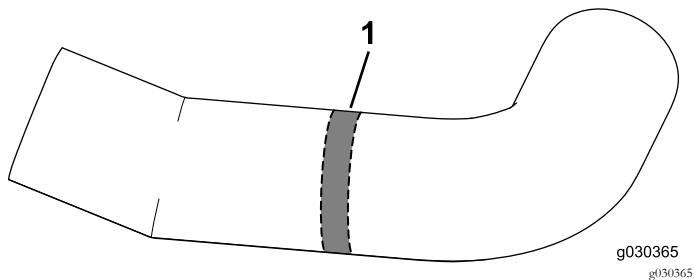

Figura 30
3. Retire uma secção de 13 mm do tubo, conforme indicado em Figura 30.